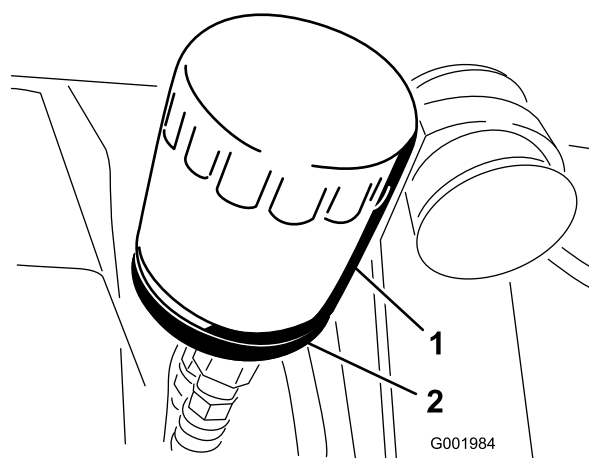

Figure 52
2. Déposez le filtre à huile (Figure 52).
5. Posez le filtre à huile de rechange sur l'adaptateur. Tournez le filtre dans le sens horaire jusqu'à ce que le joint rejoigne l'adaptateur, puis donnez 1/2 tour supplémentaire (Figure 52).